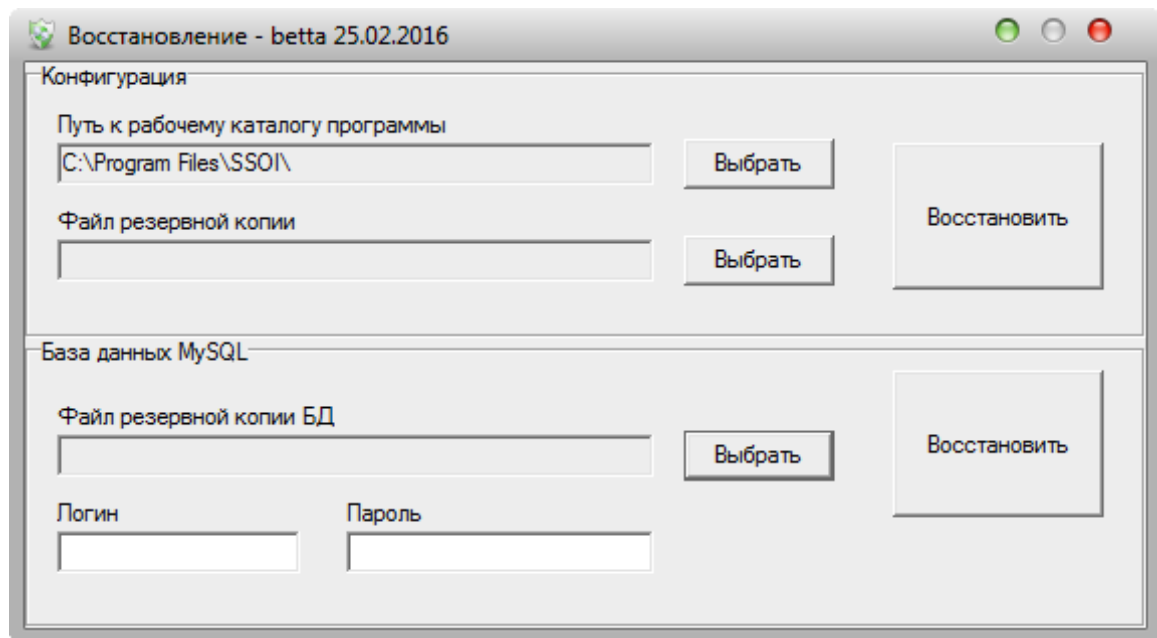

Рисунок 53.
- б) Запустить модуль «Восстановление» (см. рисунок 53);